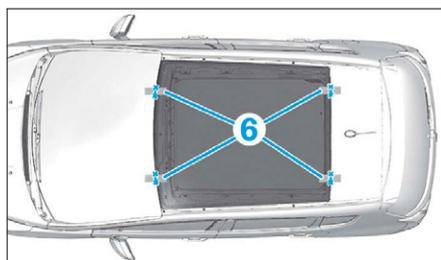

FIG. 13
- En cas de récupération de la vitre de toit panoramique, positionner des rubans adhésifs (5) et les couper en (6) (Fig.13).
- Positionner des rubans adhésifs (5), puis couper les adhésifs (6) (Fig.13).
- Appliquer un cordon de colle sur le pourtour de la vitre de toit panoramique en (8).
- Reposer la vitre de toit panoramique à l'aide de doubles ventouses [4] et la centrer avec les rubans adhésifs (5).